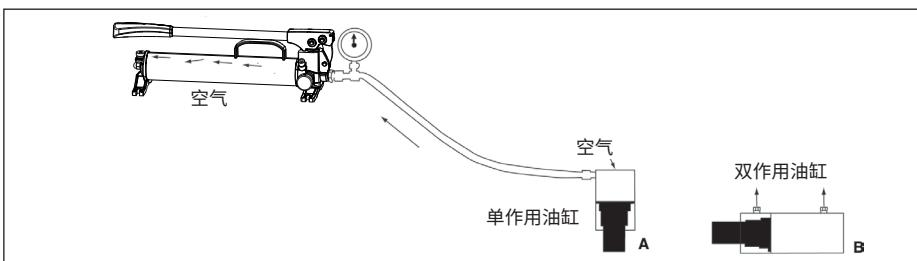
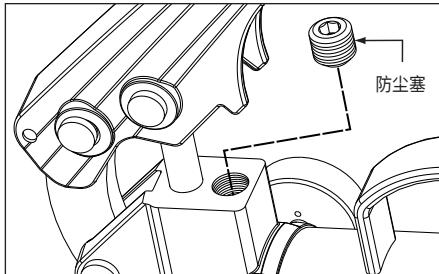

图 11, 排气
图 12, 溢流阀 (P-18 和 P-39)
- 把泵放在一个高于油缸的水平位置上。见图 11。
- 仅型号 P-84：在泵的油口“A”安装一个 0-1000 bar [0-15,000 psi] 压力表。在泵的油口“B”安装一个堵头。把控制阀手柄移动到位置 (A)。
- 在型号 P-18 和 P-39 上，溢流阀位于泵头的顶面。见图 12。